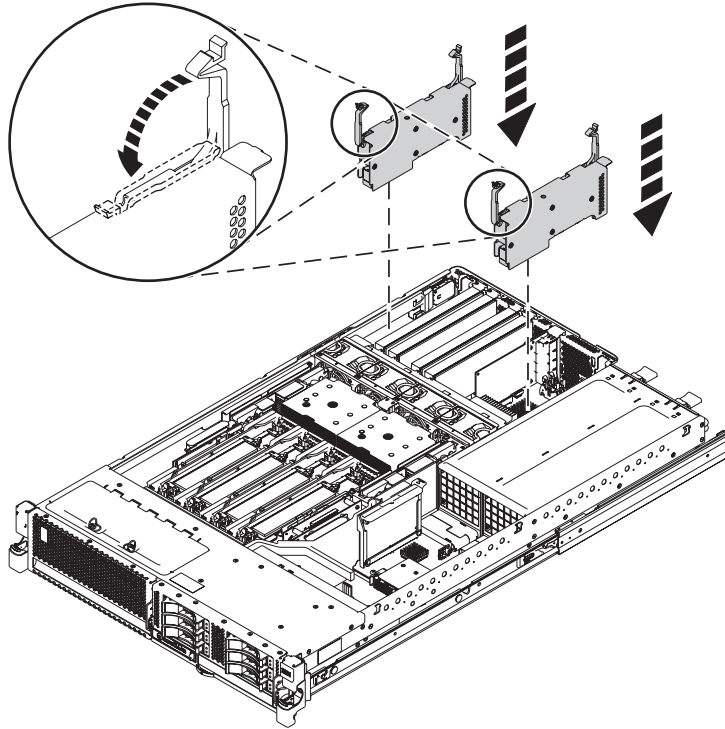

Figure 2. Installation d'un adaptateur dans un système 31E/2B monté en armoire
10. Préparez l'installation du nouvel adaptateur en mettant les taquets sur l'adaptateur et sur son emplacement en position ouverte, comme illustré dans la Figure 2.
13. Faites pivoter les taquets en position verrouillée, comme indiqué dans la figure 2, à la page 4.